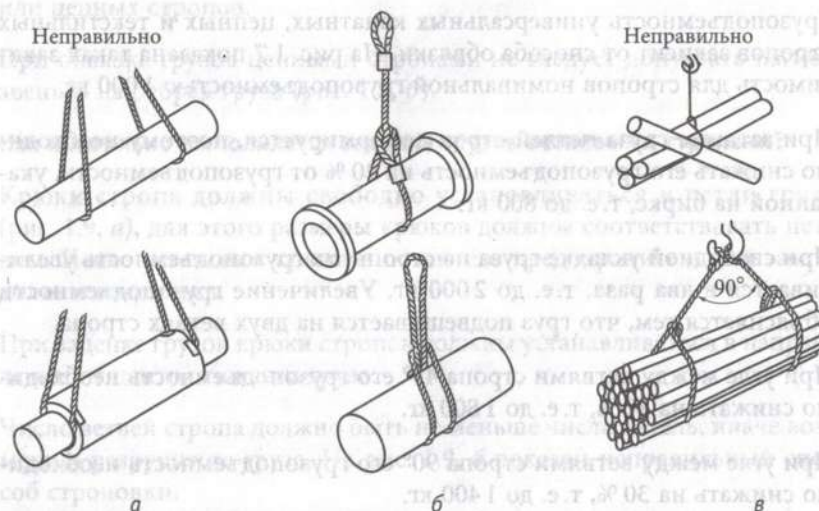

Рис. 1.6. Способы и правила обвязки грузов:
1. **Свободная укладка грузов** на стропы (рис. 1.6, а) допускается при наличии на грузе элементов, предотвращающих смещение стропов вдоль груза. При этом способе обвязки меньше деформируются стропы.
2. **Затяжка груза петлей** стропа (рис. 1.6, б) является более надежным способом обвязки, его еще называют обвязкой «на удав», а стропы называют «удавками».
Обвязка длинномерных грузов (рис. 1.6, в) должна выполняться двумя стропами с затяжкой груза петлей стропа, с углом между стропами не более  $90^\circ$ .
Для примера определим величину снижения грузоподъемности стропов УСК1 для схемы строповки, изображенной на рис. 1.6, в. При затяжке груза петлей происходит снижение грузоподъемности на 20 %, а при угле между ветвями стропа  $90^\circ$  — на 30 %, итого грузоподъемность каждого стропа должна быть снижена на  $20\% + 30\% = 50\%$ .